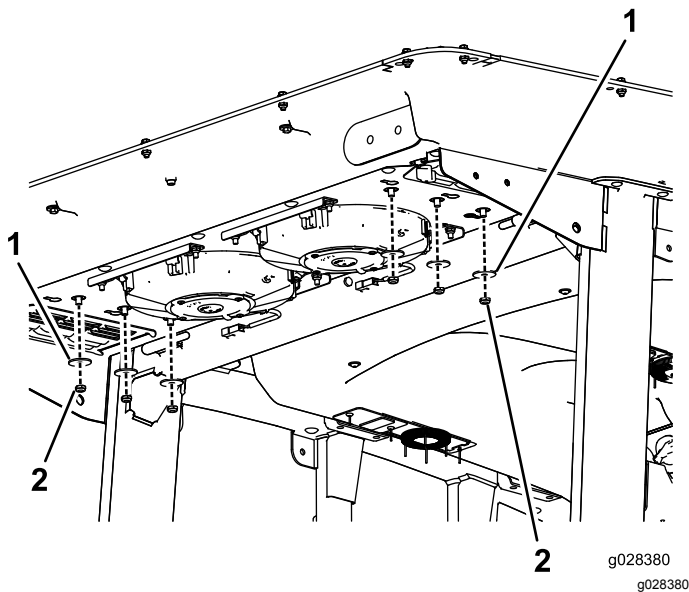

Figura 136
- Retire as seis porcas e anilhas da parte inferior da traseira da cabina (**Figura 136**).